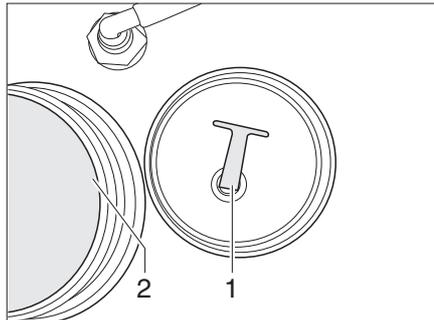

Fig. 136 Réservoir d'eau
- Dévisser le couvercle de fermeture (Fig. 136,2).
- Dévisser le couvercle de fermeture (Fig. 136,2) du réservoir d'eau.
- Dévisser le bouchon de fermeture (Fig. 136,1) de l'ouverture de vidange. L'eau s'écoule.